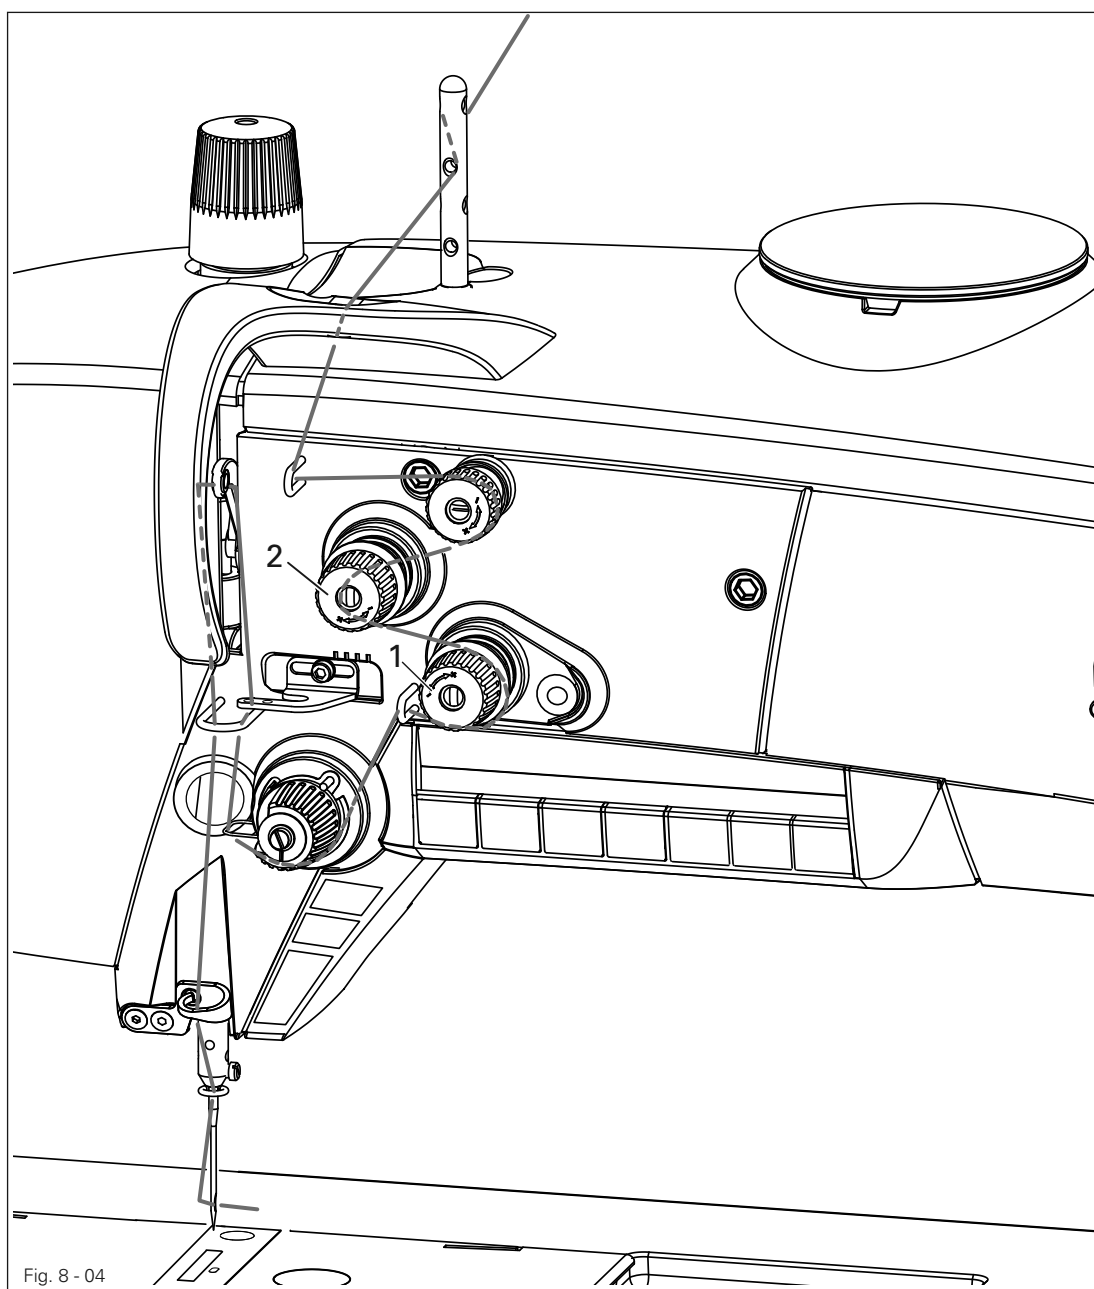

Fig. 8 - 04
- Enhebrar el hilo superior según la fig. 8 - 04.